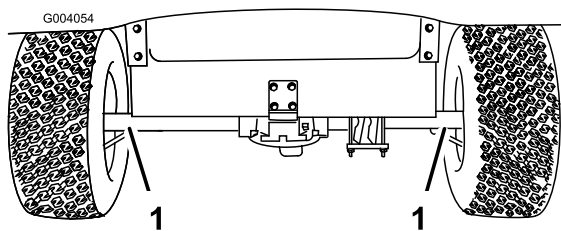
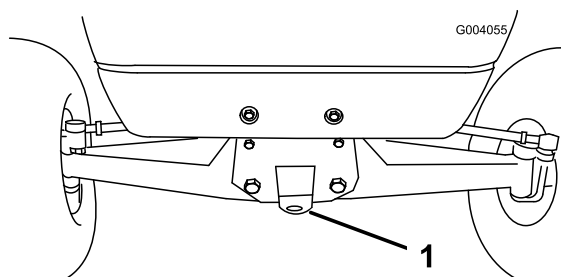

Figura 30
Figura 31
Em distâncias longas, transporte o veículo num atrelado. Verifique se o veículo se encontra bem preso ao atrelado. Consulte Figura 30 e Figura 31 para localizar os pontos de fixação do veículo.
1. Ate um cabo de reboque ao garfo, na parte dianteira do chassis (Figura 31).